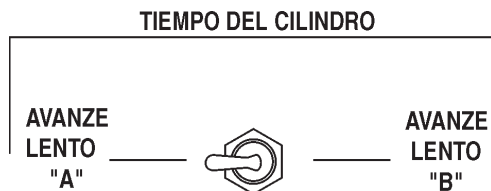

Figura 32. Interruptor manual de avance lento del cilindro
2. Gire y mantenga el **interruptor manual de marcha lenta del cilindro** (Figura 32) en la posición **AVANCE LENTO "A"** ó **AVANCE LENTO "B"** para probar la presión de ese cilindro.